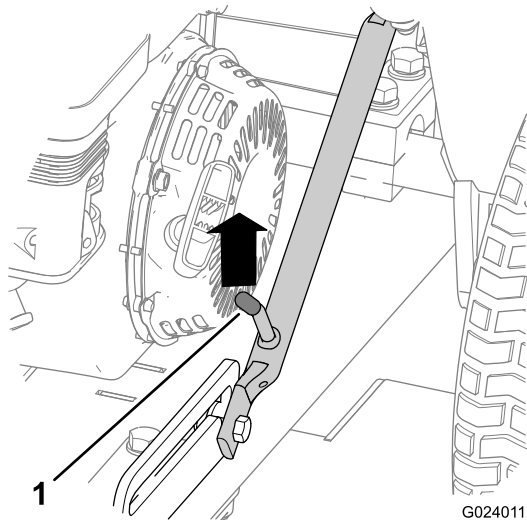
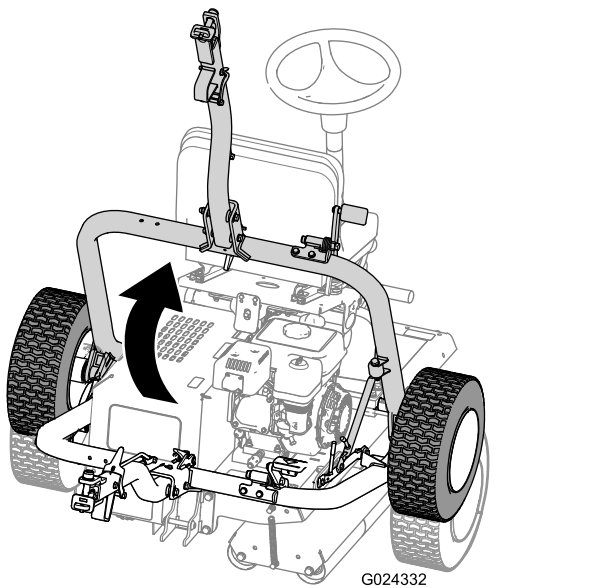

Figura 24
Figura 28
- A. Empurre a estrutura de engate até desbloquear a alavanca de trinco do bloqueio de deslize (Figura 24).
D. Levante o engate (Figura 28) até a alavanca de trinco ficar bloqueada no bloqueio de deslize (Figura 24).